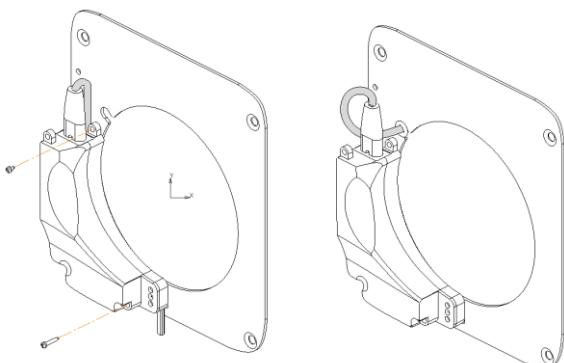

Рис. 11
- Присоедините блок питания к монтажной пластине винтами M3x8 и M3x22 (Рис. 11)